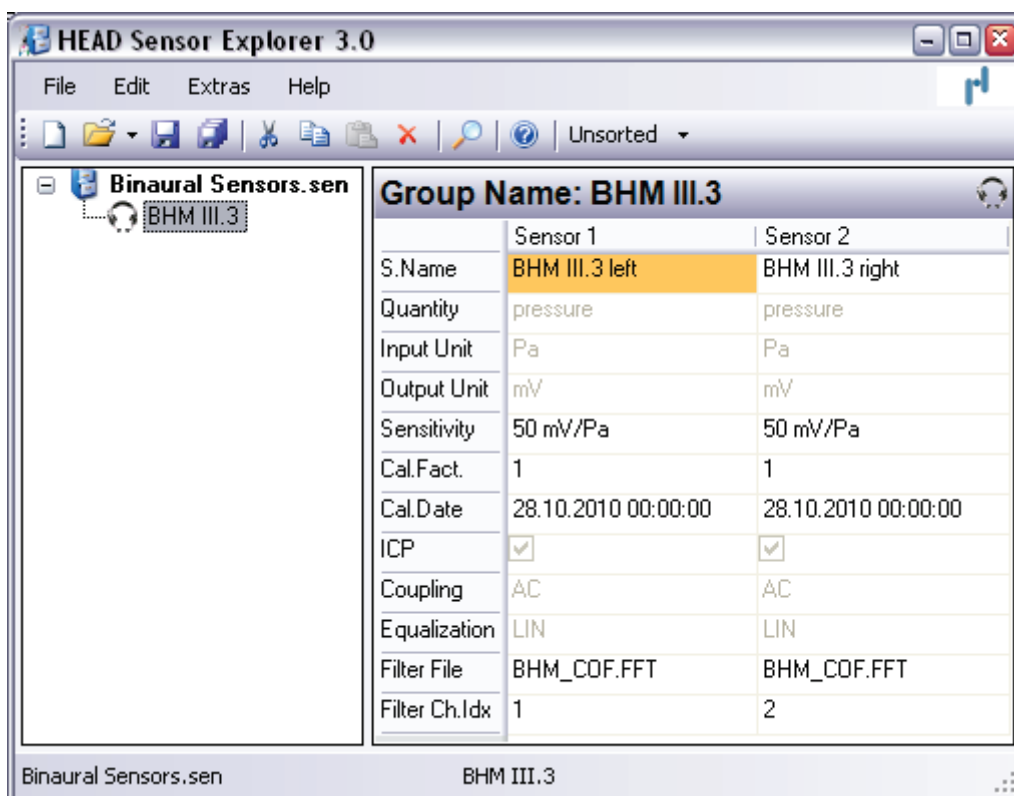

Abbildung 3: Definition eines BHM-Sensors im Sensor Explorer
2. Eine andere Möglichkeit ist, die Entzerrung über die verwendete Software durchzuführen. Dazu wird das individuelle Entzerrungsfiler bei der Definition des BHM-Sensors im HEAD Sensor Explorer im Feld „Filter File“ berücksichtigt (siehe Abbildung 3). Dieses individuelle Entzerrungsfiler befindet sich auf der im Lieferumfang des BHM enthaltenen Entzerrungs-CD und muss jeweils für den linken und rechten Kanal bei der Sensorkonfiguration in das entsprechende Feld eingetragen werden. Die Filter der Entzerrungs-CD beinhalten alle notwendigen Informationen für die korrekte Entzerrung. Bei einer Aufnahme mit der Recordersoftware HEAD Recorder wird dann automatisch dieses individuelle Filter mit der ID-Entzerrung für die BHM-Kanäle verwendet. Eine zusätzlich im Feld „Equalization“ aktivierte Entzerrung würde eine doppelte Filterung bewirken und das aufgenommene Signal verfälschen. Um dies zu verhindern, wird dieses Feld automatisch ausgegraut, sobald ein Entzerrungsfiler im Feld „Filter File“ eingetragen wurde.